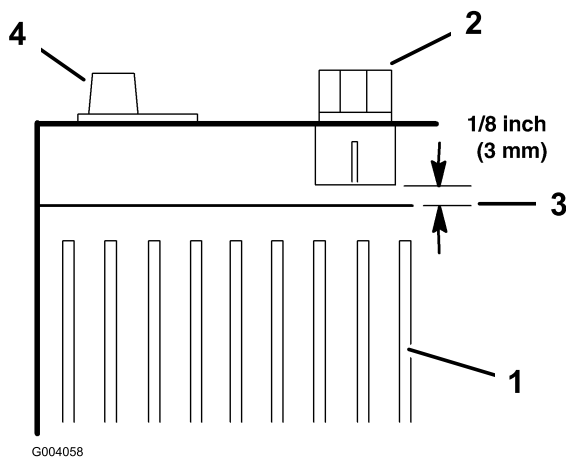

Figure 27
7. Ajoutez la quantité d'eau distillée nécessaire pour que le niveau de l'électrolyte arrive à 3 mm du bas de chaque logement de remplissage (Figure 27).